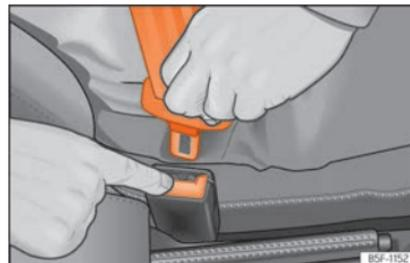

Fig. 11 Soltar a lingueta do fecho do cinto.
- Pressione o botão vermelho do fecho »» **Fig. 11**. A lingueta saltará do fecho.